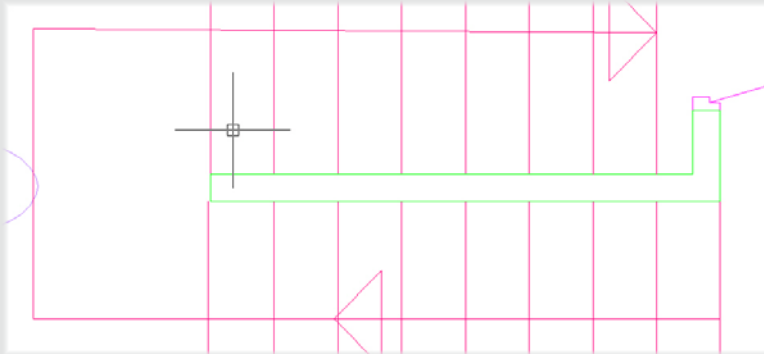

Figure 16
8. La Figure 16 montre le résultat obtenu après validation.